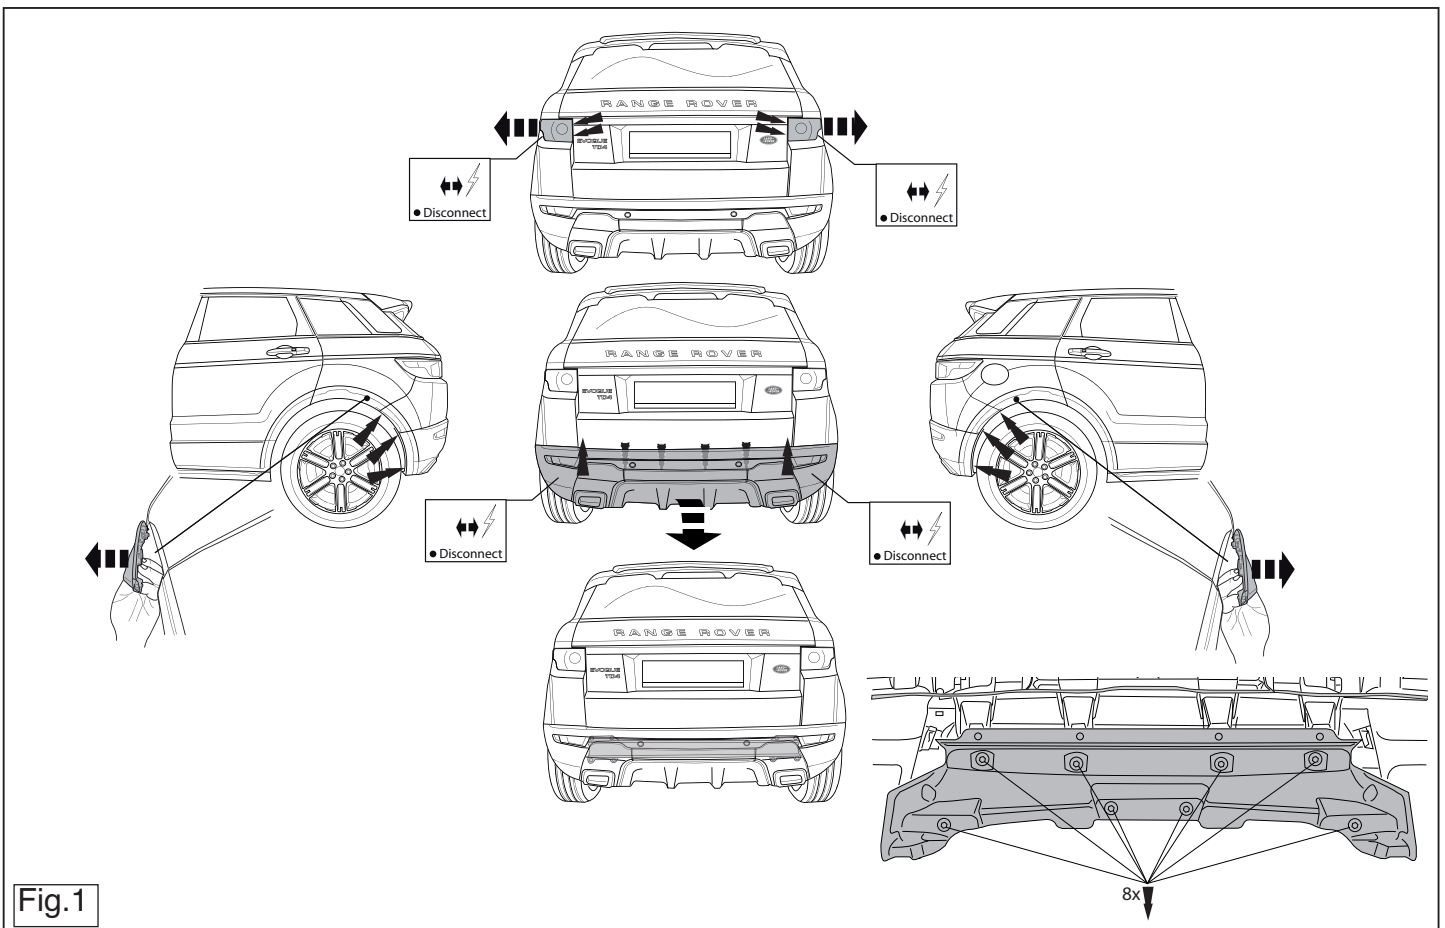

Fig.1
1. Demonteer de achterlicht units (zie fig. 1).
2. Demonteer de bumper. (zie fig. 1).
6. Demonteer het hitteschild uit de bumper. (zie fig. 1)
1. Remove the rear-light units. (see fig. 1).
2. Remove the bumper. (see fig. 1).
6. Remove the heat shield from the bumper. (see fig. 1)
1. Die Rücklichter abmontieren. (siehe Fig. 1).
2. Die Stoßstange abmontieren. (siehe Fig. 1).
6. Entfernen Sie den Hitzeschild von der Stoßstange. (siehe Fig. 1)
6. Démontez la protection anti-chaleur du pare-chocs. (voir la fig. 1)
6. Снять теплозащитный экран с внутренней поверхности багнера. (См. рисунок 1) рсунке.
2. Снять багнер. (См. рисунок 1)
1. Снять оба блока задних фар. (См. рисунок 1)
1. Демонтировать фары задние. (voir la fig. 1)
2. Демонтировать паре-чочс. (voir la fig. 1).